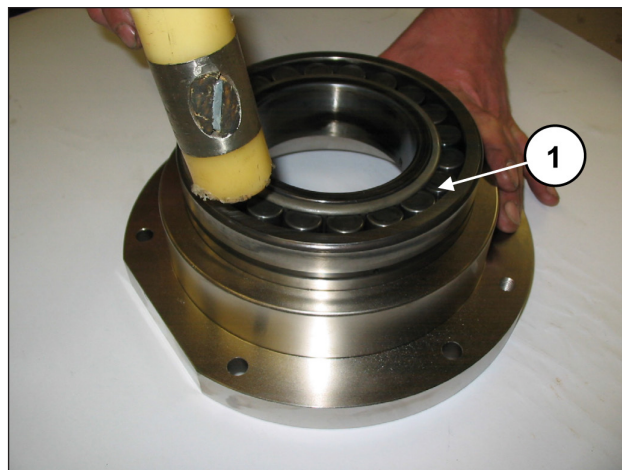
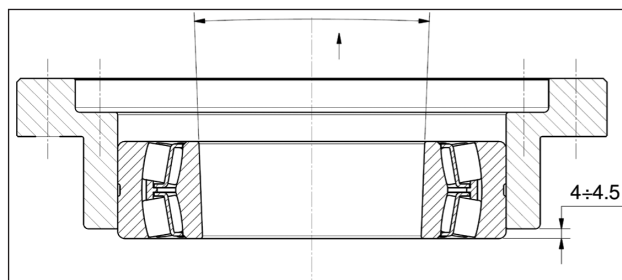

Fig. 69
Fig. 70
inserire il cuscinetto utilizzando una massa battente (pos. ①, Fig. 69) fino ad ottenere una quota di 4 ± 4.5 mm come indicato in Fig. 70.
Il cuscinetto in Fig. 70 ha l'anello interno conico. Verificare che la conicità sia dall'esterno all'interno per permettere il successivo inserimento della bussola.